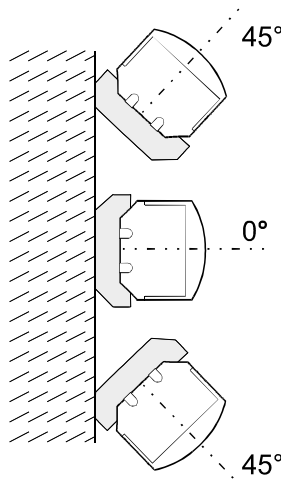

Рисунок 5.2
6.5.4 Настенный монтаж, 45° вправо или влево по горизонтали (Рис. 5.2)